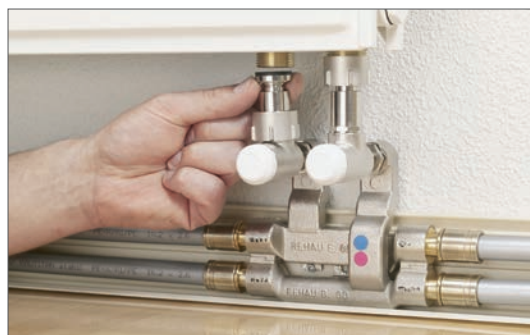

Рис. 16-37 Подключение угловых телескопических резьбозажимных соединений к отопительному прибору
2. Вывернуть по высоте угловые телескопические резьбозажимные соединения и крестовины SL-RAUTITAN (смотри рисунок 16-37).